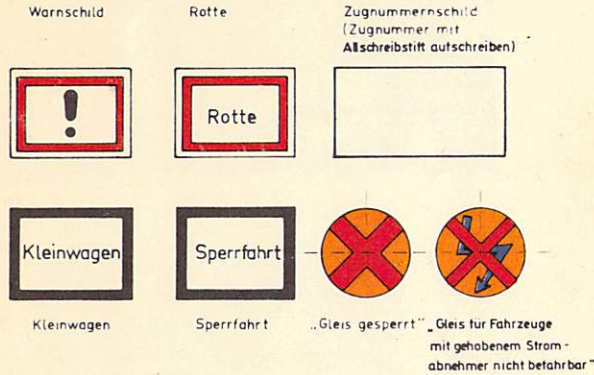

Bild 4
(4) Es werden
(5) Hilfseinrichtungen sind
- Merkschilder als Haftschilder (vgl. Bild 4) bzw. Aufsteckschilder,